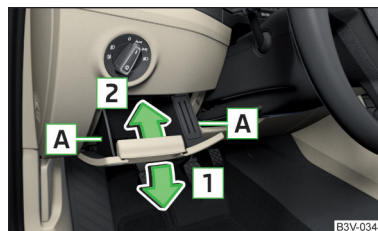

Fig. 361
- Apucați compartimentul de depozitare din lateral în zona A și deschideți-l prin tragere în sensul săgeții 1 (pentru deschidere este necesară aplicarea unei forțe mai ridicate) » fig. 361.